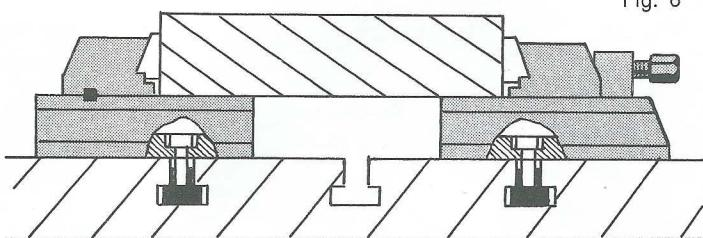

Fig. 6
31 500 - (fig. 6, 7, 8)
- Prise de pièces de faible épaisseur, fig. 6, avec repos sur embase.
— Toutes les combinaisons, fig. 6 et 7, sont également possibles.